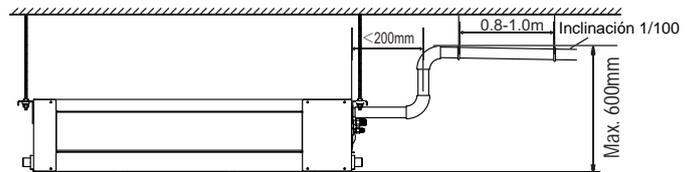

Fig.8-2
- Si la salida del tubo de desagüe está más alta que la junta de la bomba del cuerpo, se debe colocar la tubería tan vertical como se pueda. La elevación debe ser inferior a 600 mm, ya que de otro modo el agua se desbordará cuando se pare el equipo. (ver la Fig.8-2)